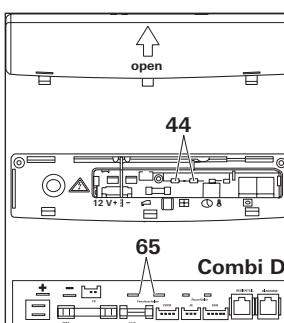

Bild 3
- Bild 3: Truma Combi (D):
- Fig. 3: Truma Combi (D):
- Figure 3 : Truma Combi (D) :